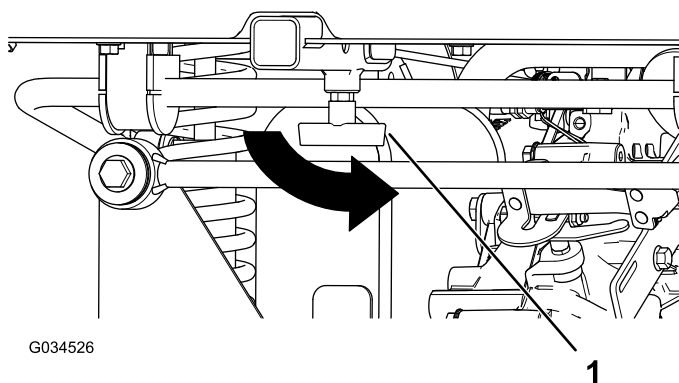

Figura 9
8. Aperte a pega em T no tubo recetor (Figura 9).